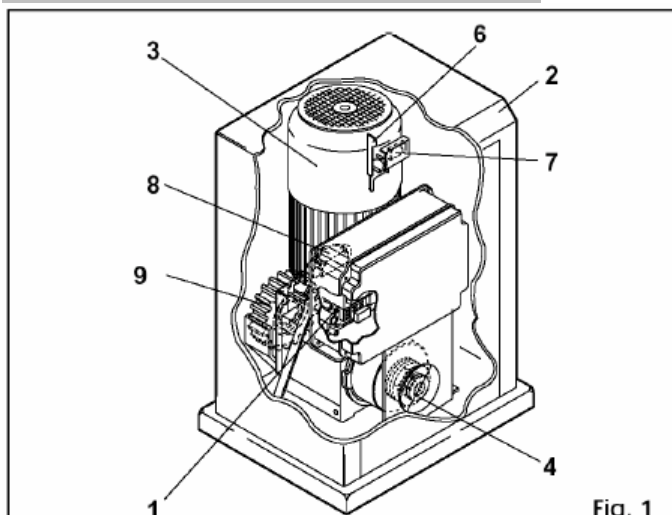

Fig. 1
1) Verwijder de beschermkap (fig. 1-ref. 2) en plaats de motorvertraging op de funderingsplaat. Breng de ring, de Grower sluitring en de moer aan zoals op afb. 7-9, maar haal hen niet aan.